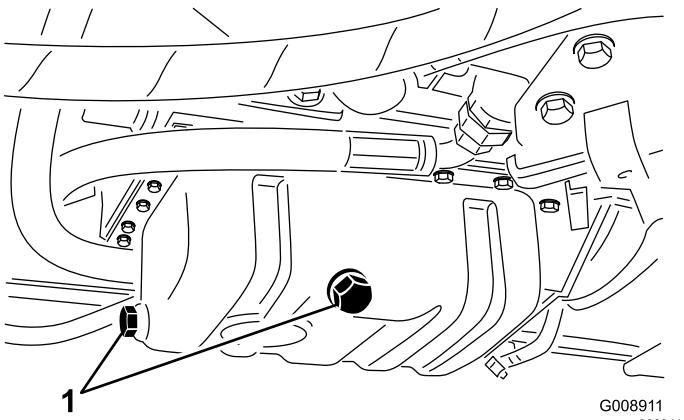

Рисунок 73
3. Снимите любую пробку сливного отверстия (Рисунок 73) и дайте маслу стечь в сливной поддон; когда масло перестанет вытекать, установите пробку сливного отверстия на место.